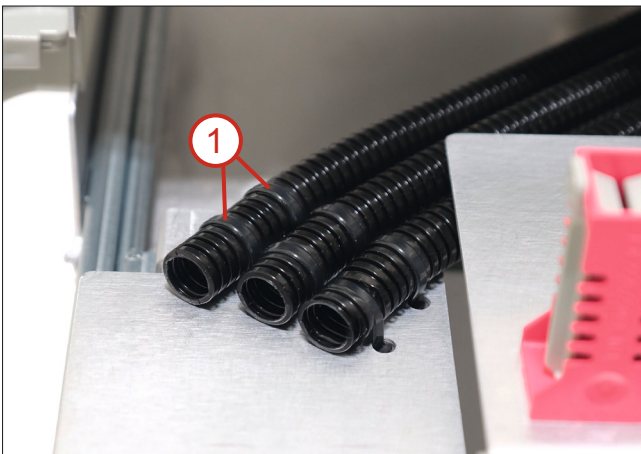

Abb. 11
- 1x Klarsichtdeckel (Abb. 11)